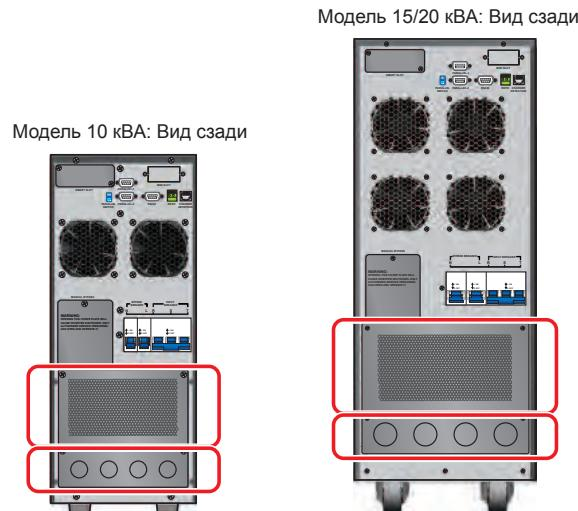
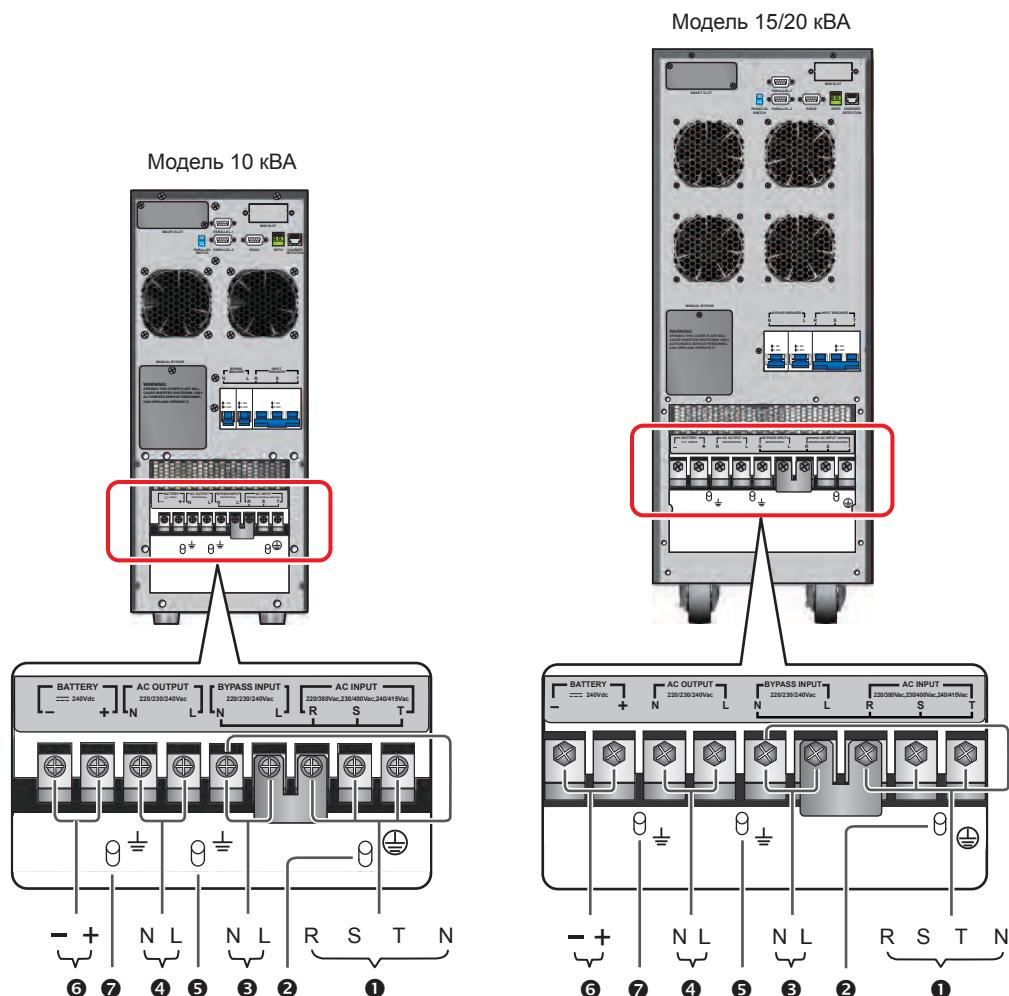

Рис. 6-10. Местоположение защитных панелей
Рис. 6-12. Блок зажимов
- 1 Снимите защитные панели, показанные на *Рис. 6-10*, за ними находится блок зажимов для подключения, представленный на *Рис. 6-12*.
- 2** Уточните по *Рис. 6-12* порядок подключения проводников к зажимам.